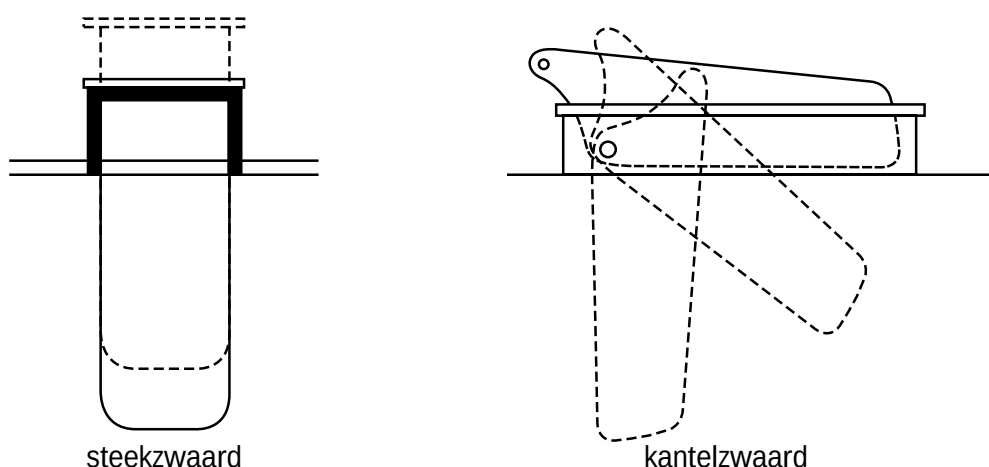

Fig. 71: middenzwaarden
2.3.5.2 Middenzwaard (fig. 71)